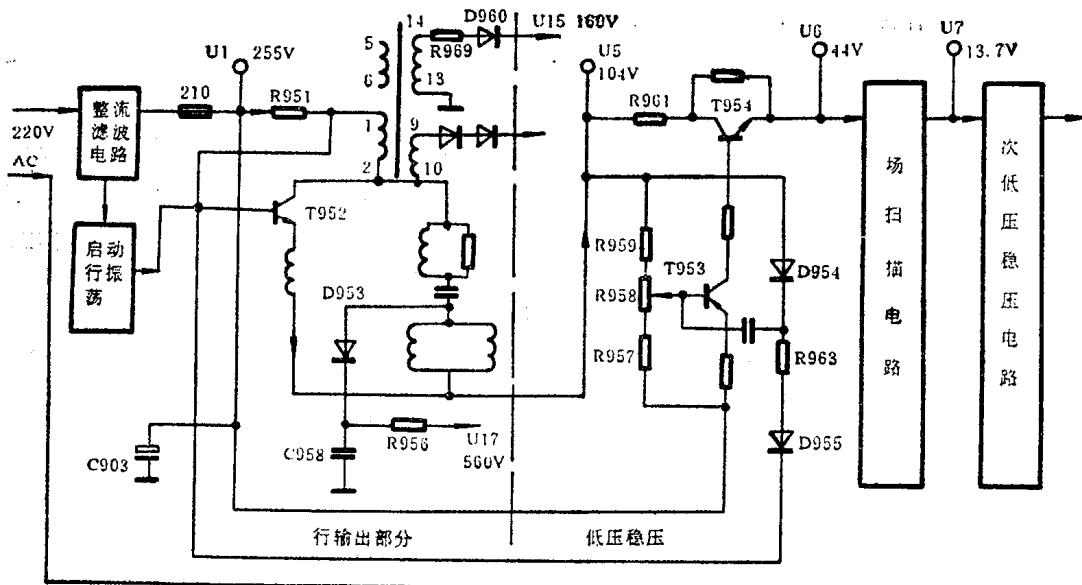

图 1-6
**检修思路：**该机电源供电电路比较特殊。整流、行输出、稳压电路、帧扫描和次低压电路之间相互串联，其中一部分电路发生故障，不但本电路工作失常，而且还会使其它电路的电压、电流偏离正常值，甚至停止工作。因此，出现无光栅、无伴音故障，应先从上述这几部分电路查起，相关电路见图1-6所示。